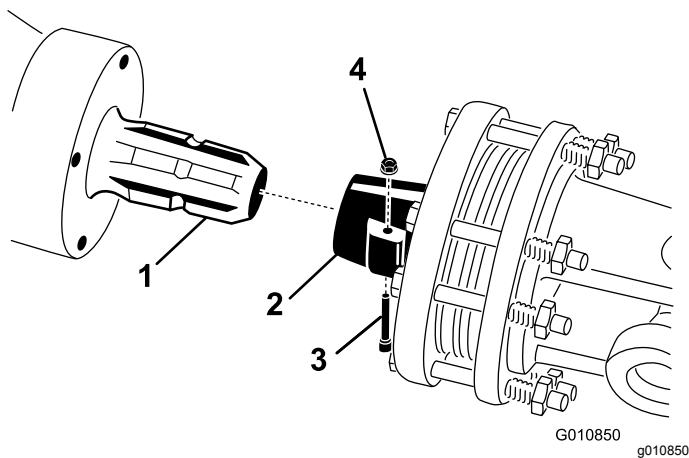

Figure 23
1. Retirez la goupille et l'écrou de l'arbre de PDF (Figure 23).
2. Accouplez le côté embrayage de l'arbre de PDF à l'arbre d'entrée du boîtier de l'aérateur avec la goupille et l'écrou retirés précédemment (Figure 23).